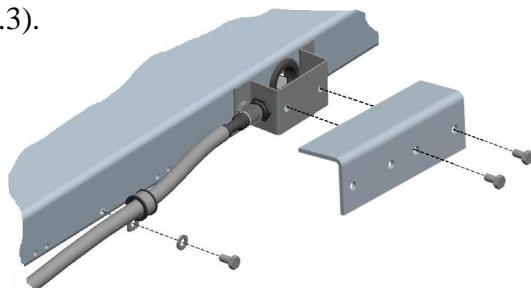

Рисунок 3.3 – Модуль взвешивающий 4D-LM. Фиксация кабеля и установка кронштейна
- 3.3.7 Закрепите кабель к модулю с помощью хомута, плотно затянув винт M6x10 (см. рис. 3.3).
- 3.3.8 Привинтите кронштейн к защитной скобе винтом M6x10 (2 шт.) для защиты разъема от механических ударов (см. рис. 3.3).